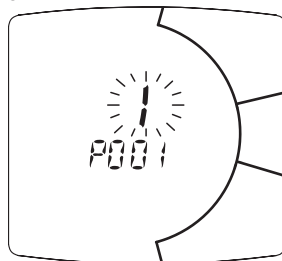

Figura 5.49
- Premere per più di 10 secondi il pulsante  per entrare nella programmazione dei parametri. (Figura 5.49).